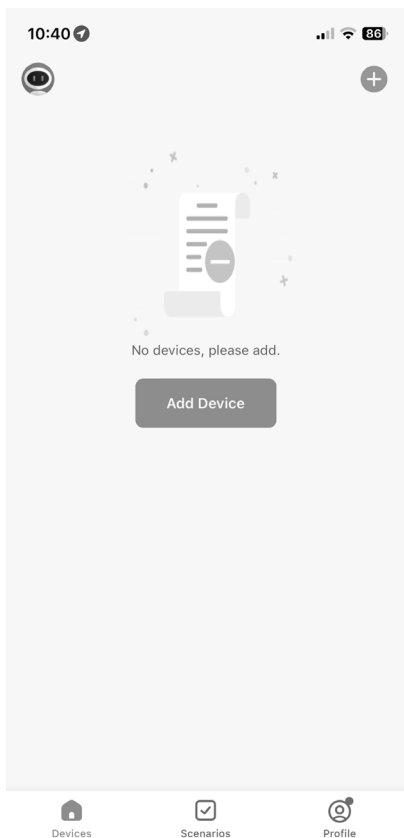

Fig. 1
- ▶ Si todavía no ha registrado ningún aparato en la *app* MEDION® Life Plus, pulse la tecla **ADD DEVICE** (fig. 1).